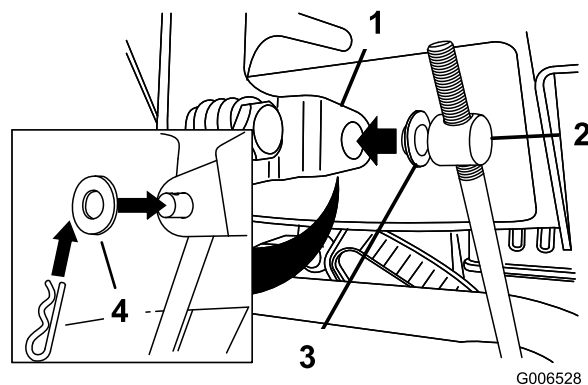

Figura 11
3. Retire o contrapino e a anilha externa do eixo na extremidade superior da barra de controlo de velocidade (Figura 11).
Nota: Para facilitar a instalação, deixe a anilha plana no eixo (Figura 11).
6. Eleve a barra de controlo de velocidade e insira o eixo no furo na alavanca do selector de velocidade (Figura 11).
- B. Desligue o eixo da alavanca do selector de velocidade (Figura 11).
- C. Rode o eixo para baixo (no sentido dos ponteiros do relógio) na barra de controlo da velocidade (Figura 11).